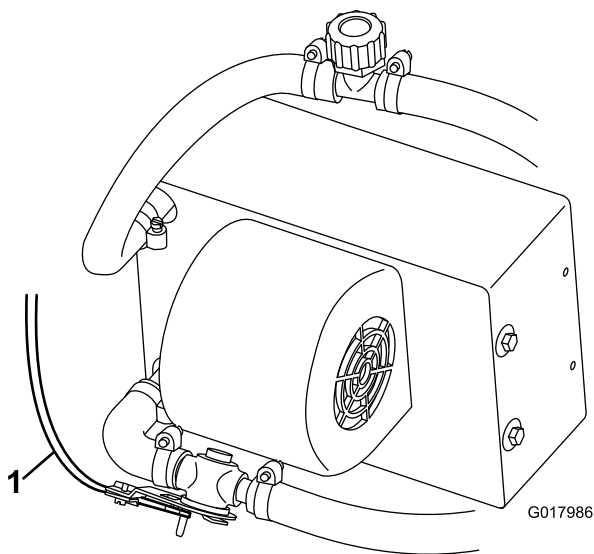

Figure 6
8. Acheminez et connectez le câble de commande de chauffage à la vanne de chauffage (**Figure 6**).